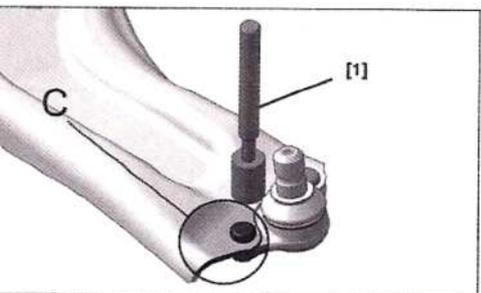

FIG. 27
Poner el brazo inferior, la cara del remache contra el brazo (C) (Fig.27).
Con el útil [1], posicionar perfectamente el centro de los 3 remaches (Fig.27).